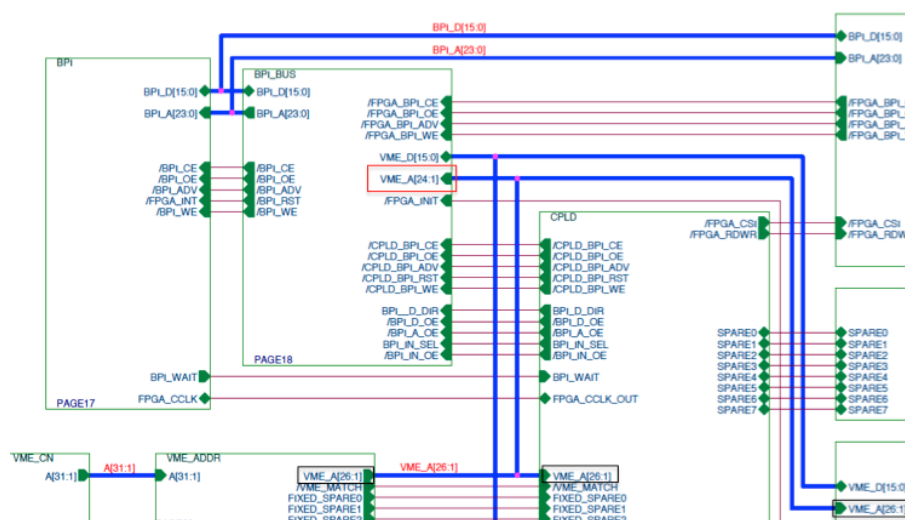
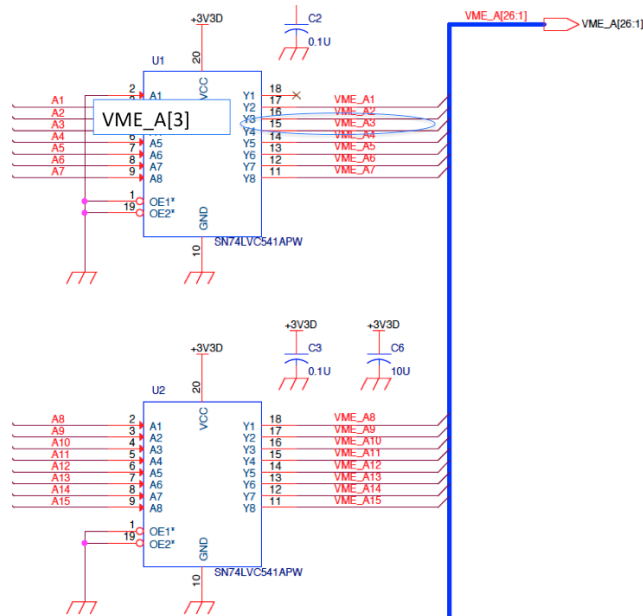
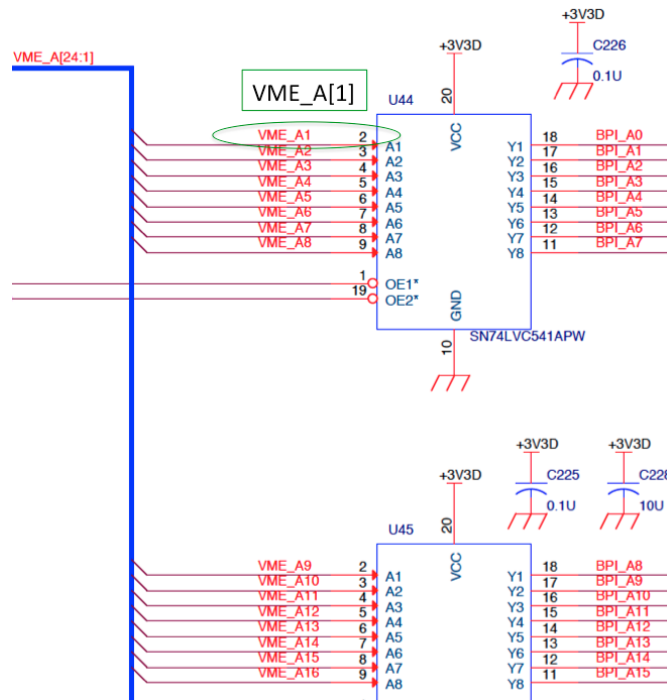

図 2: 修正前の回路図
図 4: 修正前の VME_ADDR 中のゲート IC 付近
図 5: 修正前の BPLBUS 中のゲート IC 付近
まず、問題のあった箇所を見ていく。図 2 に問題が起きた OrCAD の回路図を提示する。この図 2 の黒枠
図 2 に書かれている”VME_ADDR” と ”BPLBUS” ブロックの中身のゲート IC 付近の回路図をそれぞれ図 4 と図 5 に示す。これらの図を見ると先ほどの U1(15) には VME_A[3]、U44(2) には VME_A[1] が信号名に書かれていることがわかる。他の近くの信号線も辿っていくと同様に 2bit ずれて接続されている。したがって、VME_A[24:1] と明示して繋いだつもりが、実際の中身では VME_A[26:3] が接続されている形になっている。これは実際にブロックの中で使うアドレスの数に合わせてバスの信号名を VME_A[26:1] から VME_A[24:1] に変えてしまったことが原因であった。バスの信号名が 2 重に定義されてしまい、OrCAD の判断で上位の信号から順番に接続されてしまった。バスの信号名を途中で変更するのは間違いで共通の名前を使用し、ブロックの中では必要な信号だけ枝分かれさせるのが正しい記述方法であった。図 6 には正しく修正した回路図を示す。